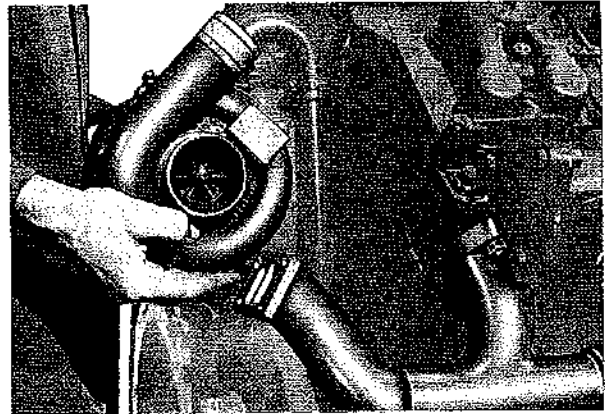

Fig. 97
- Turbocompressore a collettore di scarico (Fig. 97) ed a supporto serrando le viti a 7 kgm.